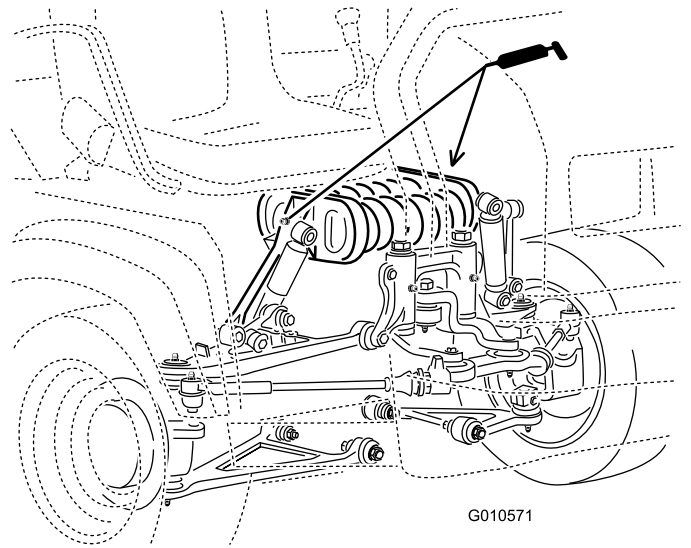

Figura 41
- Braccio di spinta (2) come illustrato nella Figura 41